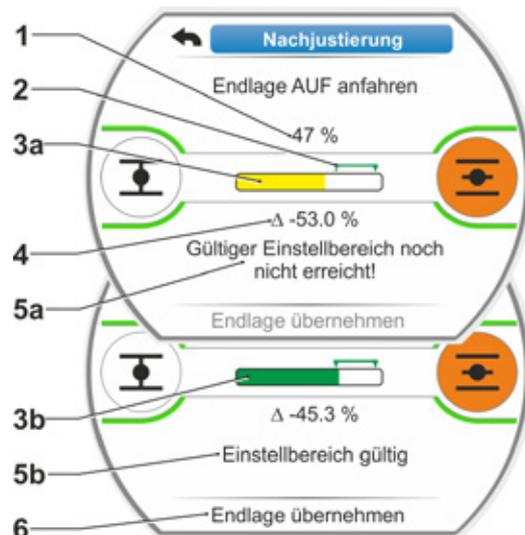

Abb. 3: Neue Endlagenposition anfahren
- prozentual die aktuelle Position innerhalb des Stellweges (Abb. 3, Pos. 1);
- den gültigen Einstellbereich für die neue Endlagenposition (Abb. 3, Pos. 2);